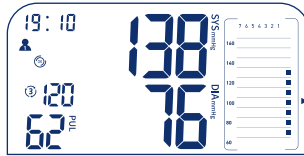

Bild 8
- Am Ende der Messung wird das Messergebnis im Display angezeigt. Im rechten Teil des Displays erscheint ein Balkendiagramm, das die Ergebnisse der einzelnen Messungen zeigt. Die aktuelle Messung wird in der rechten Spalte angezeigt. (Bild 8).
- Es folgt eine Pause von 2 Minuten, damit der Blutfluss im Arm nicht zulange unterbrochen wird. Neben dem Symbol Dreifachmessung (3) läuft eine Uhr rückwärts von 120 Sekunden auf 0 zurück (Bild 8).